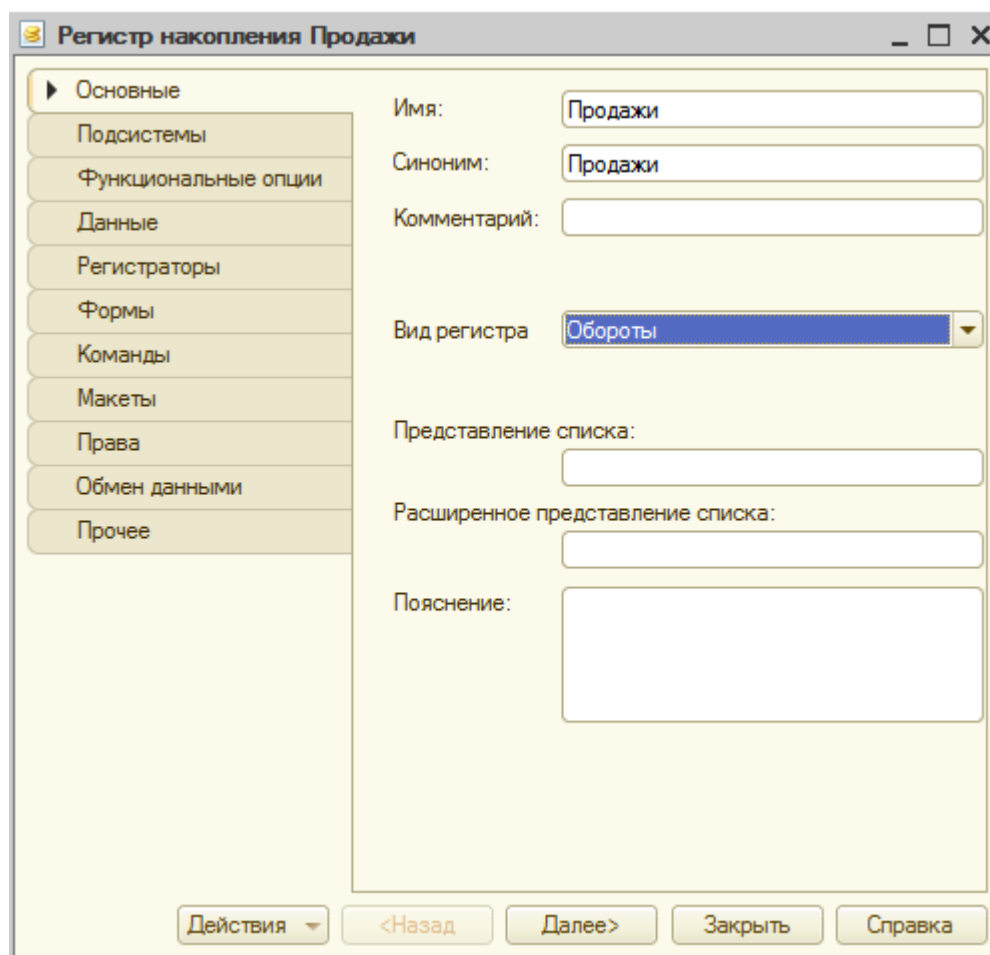

Рисунок 17.6. Создание регистра накопления
11. Создадим новый регистр накопления, назовем его **Продажи**. Вид регистра установим в значение **Обороты**, Рисунок 17.6. Включим его в состав подсистемы **Оперативный Учет Материалов**.